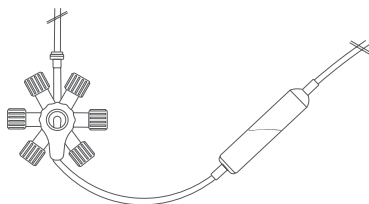

Fig. 1. Priming av dryppkammeret
4. Når aktuelt, lukk den ventilerte hetten på spiken (1).
5. Verifiser at RondelO-håndtaket (7) er i en spyleposisjon.
6. Lukk rulleklemmen (9) på RondelO primært IV-sett.
10. Hold dryppkammeret (8) vippet opp-ned og posisjoner det på samme nivå som RondelO, åpne rulleklemmen (9) på IV-settet og fyll dryppkammeret som i (fig. 1)